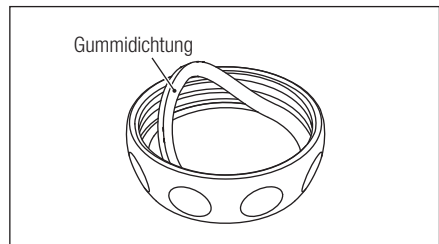

Abb. 19
- 2) Entfernen Sie die Gummidichtung und demontieren Sie die Pulverfachkappe. (Abb. 19)